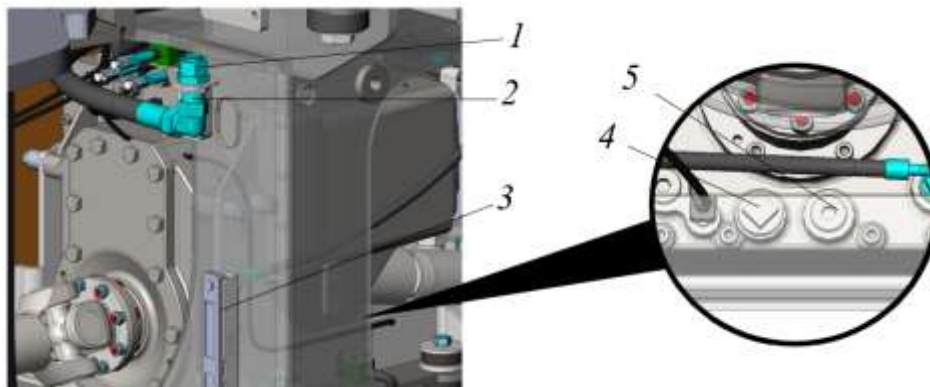

Рисунок 5.50. Процедура замены масла в коробке передач
- ▶ Отвернуть пробку наливной горловины 1, но не снимать ее с наливной горловины 2, см. рис. 5.50.